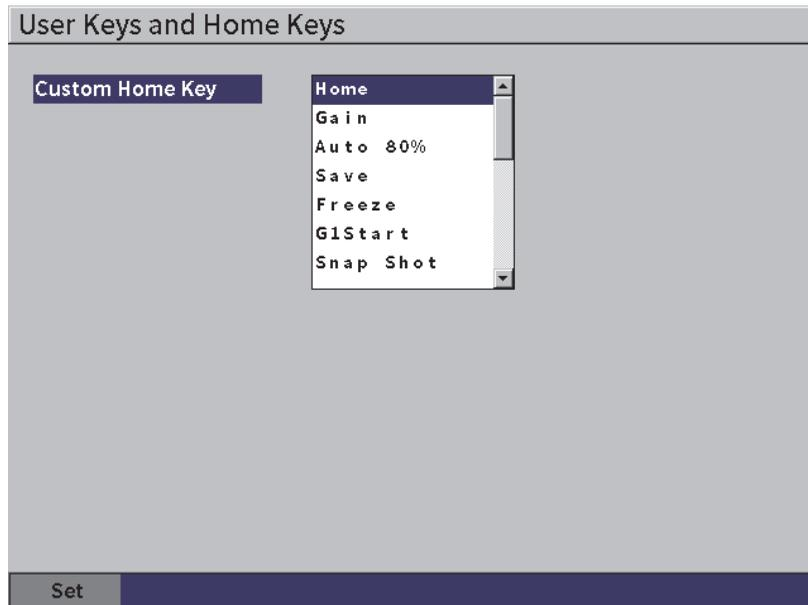

図 5-5 カスタムユーザーキー設定ページ
シフト、タブキーのシーケンスは、**ユーザーキーおよびホームキー**設定ページで変更することができます (59 ページの図 5-5 参照)。
1. **ユーザーキーおよびホームキー**設定ページを開きます (59 ページの図 5-5 参照)。